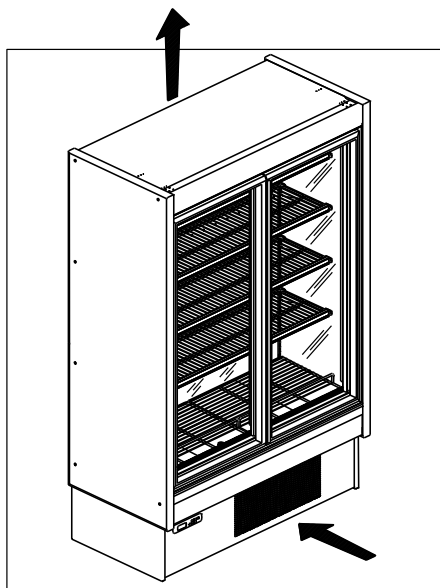

Рис. 10
- Необходимо создать соответствующее пространство с фронтальной стороны для того, чтобы обеспечить циркуляцию воздуха в конденсаторе ( Рис.10). Наличие предметов перед защитной решеткой конденсатора может привести к плохому функционированию холодильного прилавка (Рис.6). Если условия окружающей среды не соответствует предусмотренным или же прилавки подвержены воздушному потоку превышающему  $0,2$  с/сек, или тепловому излучению, то эксплуатационные качества будут более низкими, по сравнению с предусмотренными.